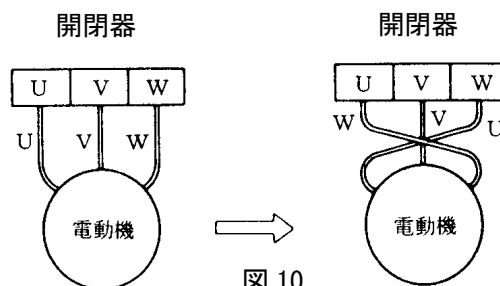

図 10
- (1) 吐出し側の仕切弁を全閉にし、スイッチを 1~2 回入れたり切ったりして始動に異常のないことをご確認ください。なお、この時 DWVA 型ポンプにおいては、上部フロートが上向になっていないと始動しませんのでご注意ください。
- (2) 次に回転方向を確認してください。ポンプを運転し、吐出し量が少なく異常音を発する場合は逆回転ですから、三相のうち二相を入れ替えてください。(図 10 参照)